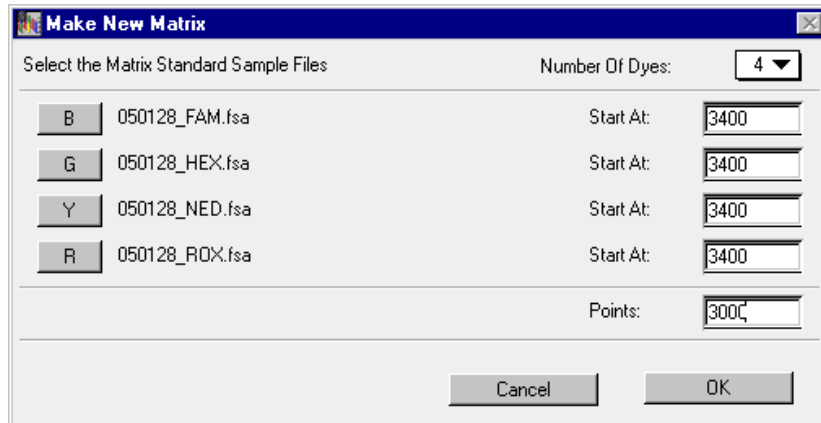

Abb. 3 Matrix Proben auswählen
- FILE → NEW → MATRIX, siehe Abb. 3